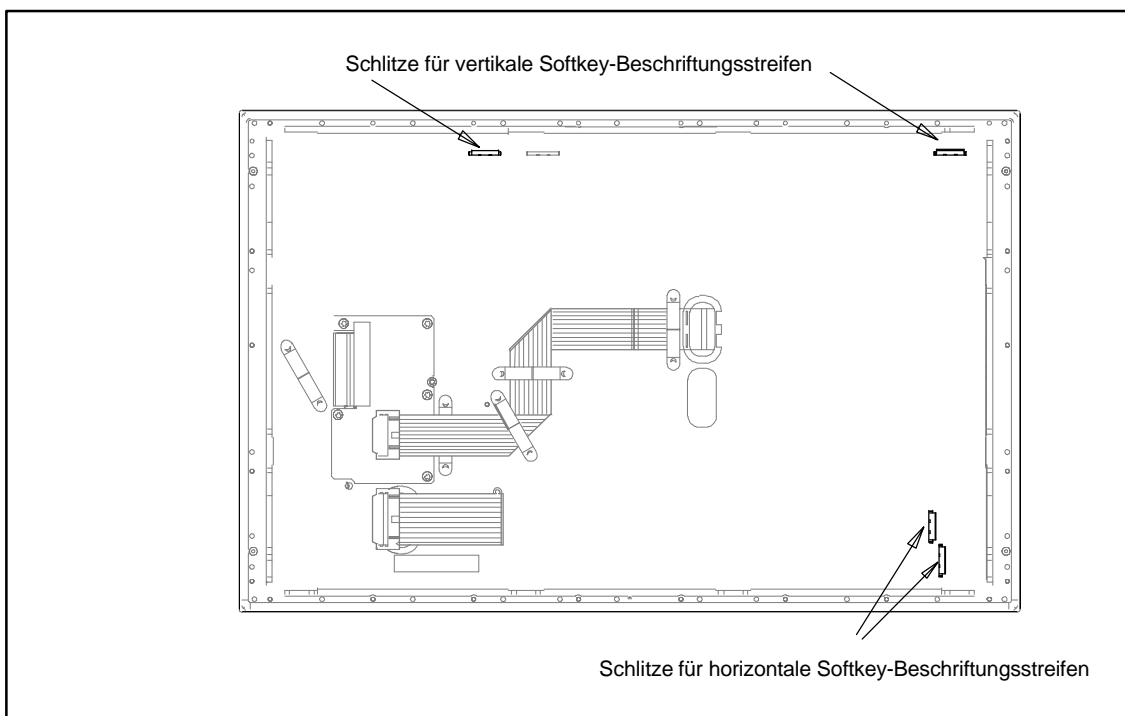

Bild 4-5 Rückseite der Bedieneinheit mit Anschlüssen und Schlitzen für Softkey-Beschriftungsstreifen
3. Schieben Sie die Streifen von der Rückseite der Bedieneinheit in die dafür vorgesehenen Schlitze ein (s. Bild 4-5).